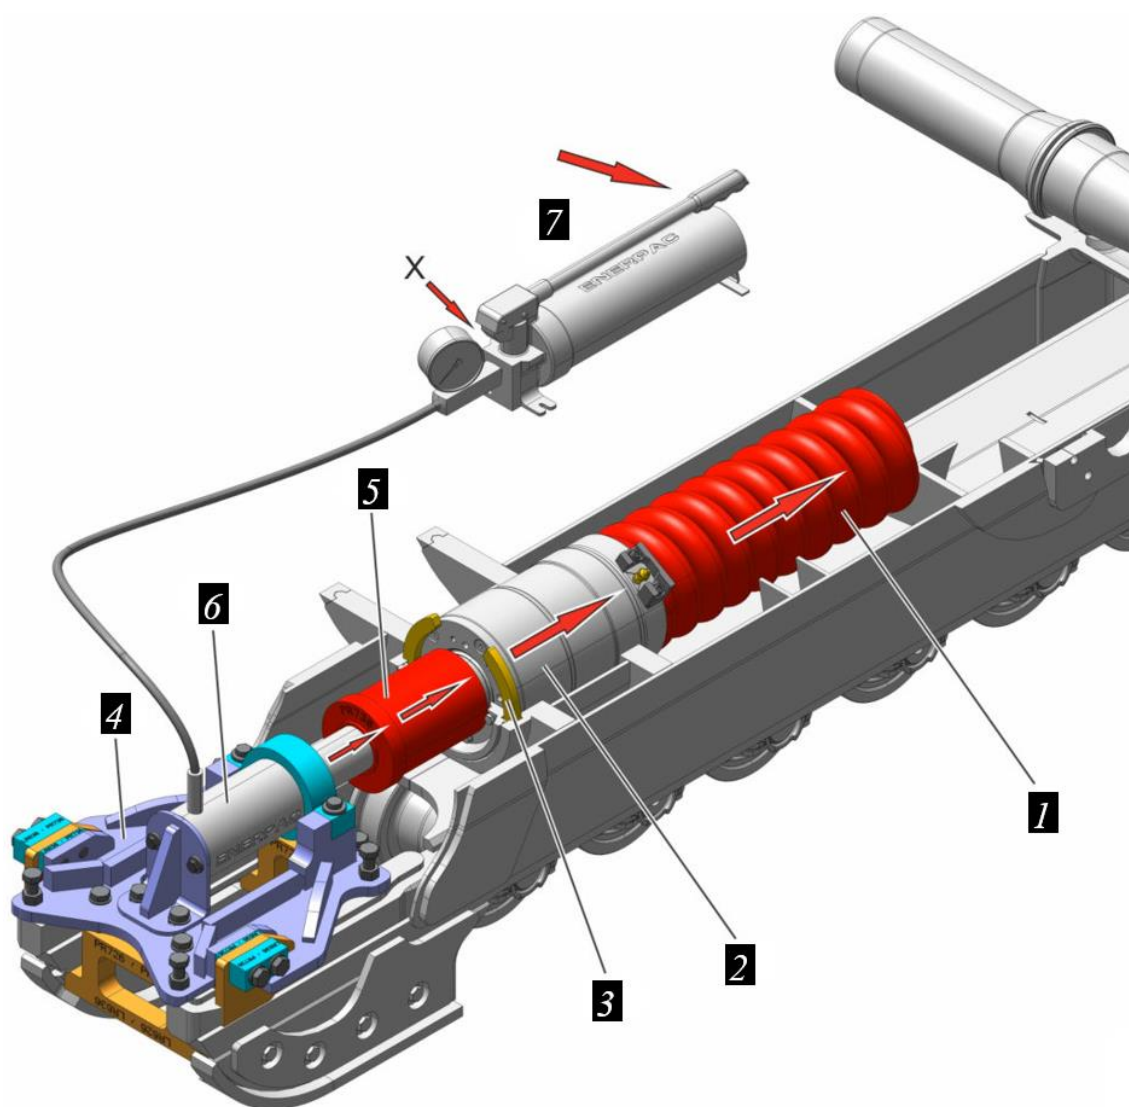

Рисунок 12.26. Запрессовка механизма натяжения
► Проследить за тем, чтобы после увеличения давления разгрузочный клапан X на гидравлическом насосе 7, рис. 12.26, всегда был закрыт.
- Задействовать гидравлический насос 7, рис. 12.26.
- Механизм натяжения 2 и пружина 1 перемещаются обратно (внутрь тележки), рис. 12.26.
- ▶ Задействовать гидравлический насос, пока расстояние между рамой ходовой части и механизмом натяжения 2 будет достаточно для монтажа трех фиксаторов 3, рис. 12.26.
- ▶ Установить фиксаторы 3, рис. 12.26, надлежащим образом.
- ▶ После установки фиксаторов 3 медленно снизить давление на гидравлическом насосе 7 путем задействования разгрузочного клапана X, рис. 12.26.
- ▶ Как только механизм натяжения 2 и пружина 1, рис. 12.26, будут предварительно зафиксированы, демонтировать промежуточную деталь и монтажное приспособление.